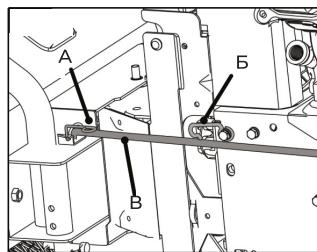

Рис. 11
- а) Потяните крюк (рис. 11, поз А) вверх, чтобы освободить направляющую планку;
- б) Вытяните направляющую планку (рис. 11, поз В) из отверстия.
- в) Вставьте направляющую планку (рис. 11, поз В) в зацеп (рис. 11, поз Б), чтобы избежать ее перемещения.
- а) Снимите направляющую планку (рис. 11, поз В) с крючка (рис. 11, поз Б).
- б) Вставьте направляющую планку (рис. 11, поз В) в отверстие на подметальной насадке.
- в) Нажмите на крючок (рис. 11, поз А), чтобы зафиксировать направляющую планку (рис. 11, поз В).